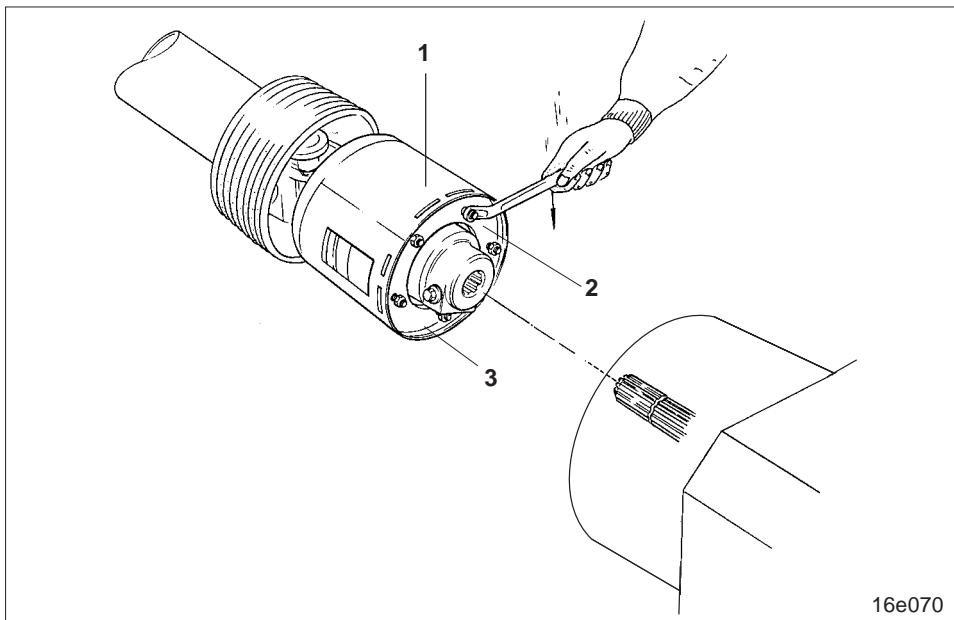

Fig. 19.16
Die Reibkupplung (Fig. 19.16/1) ist werksseitig so eingestellt, daß sie bei einem Drehmoment von 1550 Nm anspricht. Beim Überschreiten dieses Drehmomentes wird die Kraftübertragung von der Schlepperzapfwelle auf die Bodenbearbeitungsmaschine unterbrochen. Das Drehmoment läßt sich verändern. Spricht die Reibkupplung z.B. bei sehr steinigen Böden zu häufig an, kann das Drehmoment erhöht werden.
2. Alle Skt.-Muttern (Fig. 19.16/2) bis zum Anschlag anziehen.
4. Alle Skt.-Muttern (Fig. 19.16/2) wieder so weit zurückdrehen, bis ca. 5 mm Luft zwischen den Muttern und der Scheibe (Fig. 19.16/3) ist.